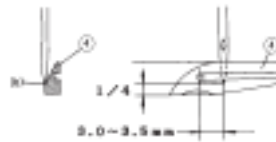

Fig. 10
When the looper (item 4) goes in front of the needles to the right from its left most position and the clearance between the center of looper eye and left needle centerline is approximately 3.0 - 3.5mm, make adjustment so that the top of left needle and the looper (b) (see Fig. 10) touch each other slightly in the following manner.
Por favor note que el movimiento elusivo del Engazador puede que no sea necesario ajustarlo a menos que otra aguja de tamaño extremadamente diferente sea usada. Cuando el Engazador (artículo 4) pasa enfrente de las agujas a la derecha desde su posición de extrema izquierda y el espacio libre entre el centro del ojo del Engazador y la línea del centro de la aguja de la izquierda es aprox. de 3.0 - 3.5 mm, ajuste de forma que la parte de arriba de la aguja izquierda y el Engazador (b) (vea Fig. 10) se tocan escasamente el uno al otro como si sigue.